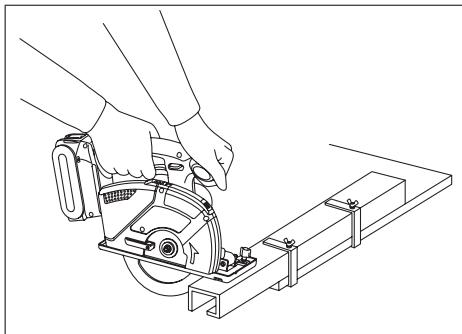
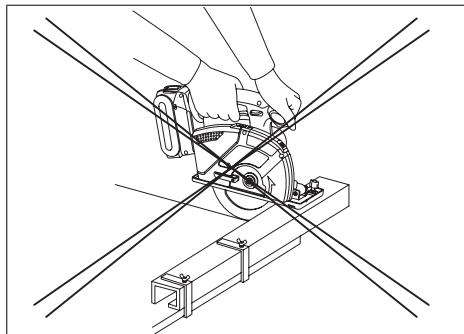

Fig. 17
Fig. 18
1. Anbring det brede stykke af skærepladen på den del af arbejdsstykket, der er solidt understøttet (se Fig. 17), aldrig på det stykke, der falder af, når afskæringen er færdig (se Fig.18).